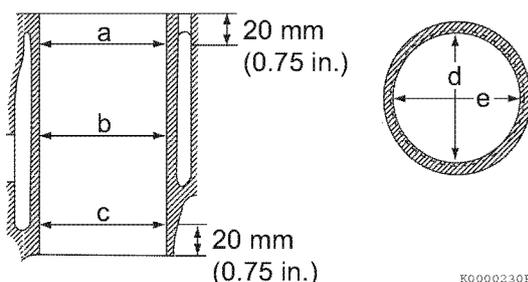

Figure 6-72
- Prenez des mesures à trois endroits (Figure 6-72) (a, b, c) et dans deux directions (d et e) sur chaque cylindre.